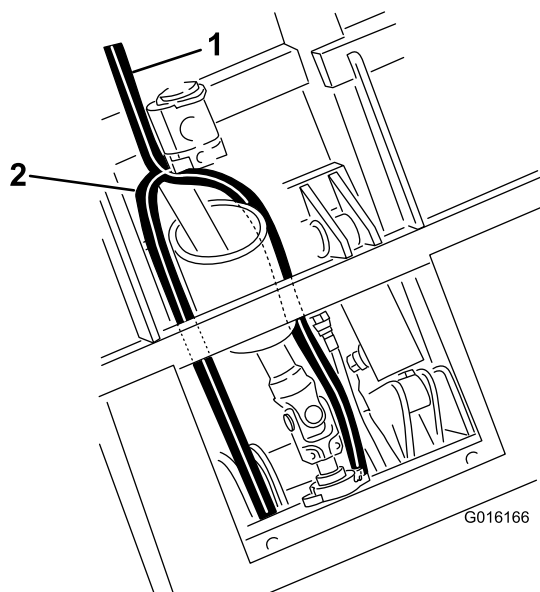

Figura 46
- Enrute la manguera de presión por debajo del cilindro de elevación, y entre los soportes de montaje del cilindro hasta la válvula (Figura 46).
- Enrute la manguera del depósito junto al árbol de la TDF y hasta la válvula (Figura 46).